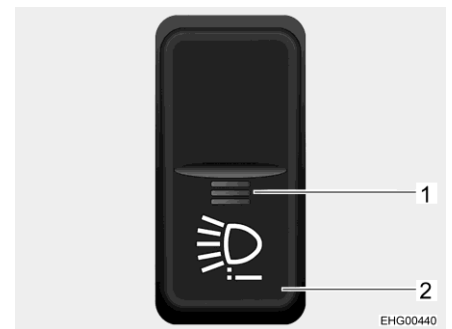

Bild 13 Vippkontakt
- Tryck på vippkontakten (Bild 13,2). Funktionsindikering (Bild 13,1) lyser rött. Textmeddelandet "Extra belysning aktiv" visas kort på kombiinstrumentets indikator.
För att inaktivera det extra lysdiodshelljuset, stäng antingen av motorn eller tryck på vippkontakt (Bild 13,2) igen. Den röda funktionsindikatorn (Bild 13,1) slocknar.